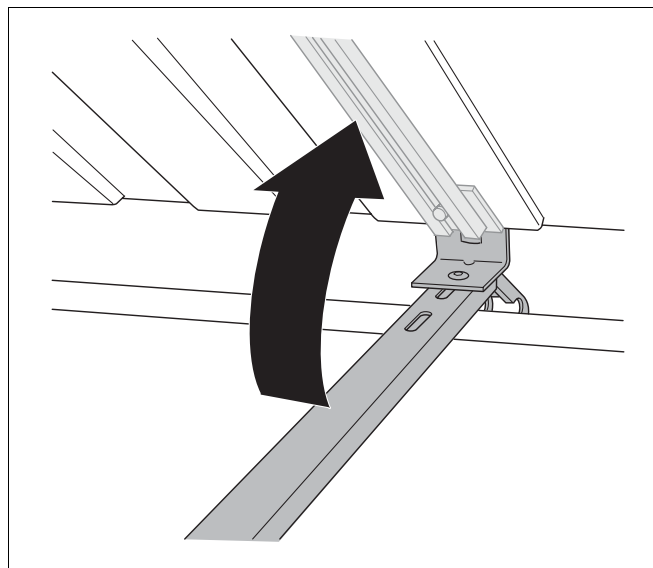

Fig. 5 Rodar e montar o apoio do colector
- Monte agora o apoio do colector completo (fig. 5).